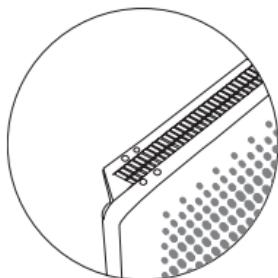

Рис. 7
- перевернуть конвектор нижней частью вверху (рис. 7);